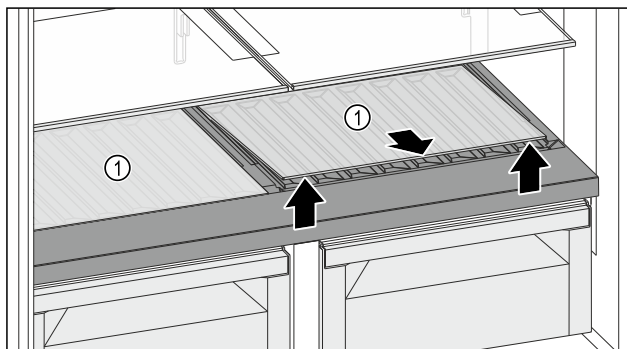

Fig. 117
- Повдигнете една или и двете стъклени плочи Fig. 117 (1) при прореза отпред и извадете.
- Съхранявайте стъклената(ите) плоча(и) Fig. 117 (1) на сигурно място извън уреда.